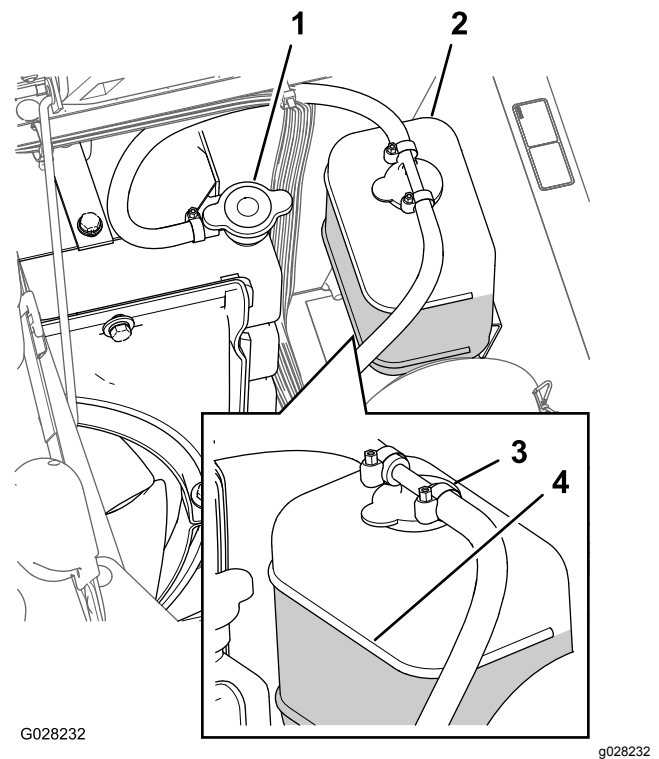

Figura 85
3. Rimuovete attentamente il tappo del radiatore e il tappo del vaso di espansione (Figura 85).
Nota: Il radiatore deve essere riempito fino all'orlo del collo del bocchettone e il vaso di espansione fino al segno di pieno (Full) (Figura 85).
5. Se il livello del radiatore è basso, rimuovete il tappo del vaso di espansione e il tappo del radiatore e riempite il vaso di espansione fino al segno di pieno e il radiatore fino alla parte superiore del collo del bocchettone (Figura 85).
6. Montate il tappo del radiatore e il tappo del vaso di espansione (Figura 85).
2. Quando il motore è freddo, togliete il tappo del radiatore (Figura 85).
6. Togliete il tappo del radiatore (Figura 85).
8. Avviate il motore con il tappo allentato sul radiatore (Figura 85).
10. Una volta riscaldato il refrigerante, rabboccate il livello del refrigerante alla superficie di tenuta del tappo e serrate il tappo (Figura 85).
11. Aprite il tappo del vaso di espansione e riempite il vaso con refrigerante fino al livello Freddo (Figura 85).